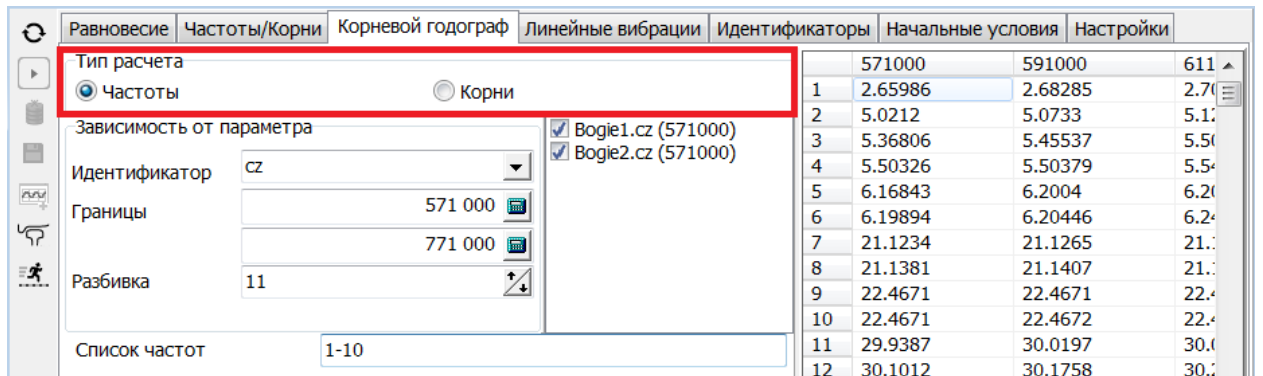
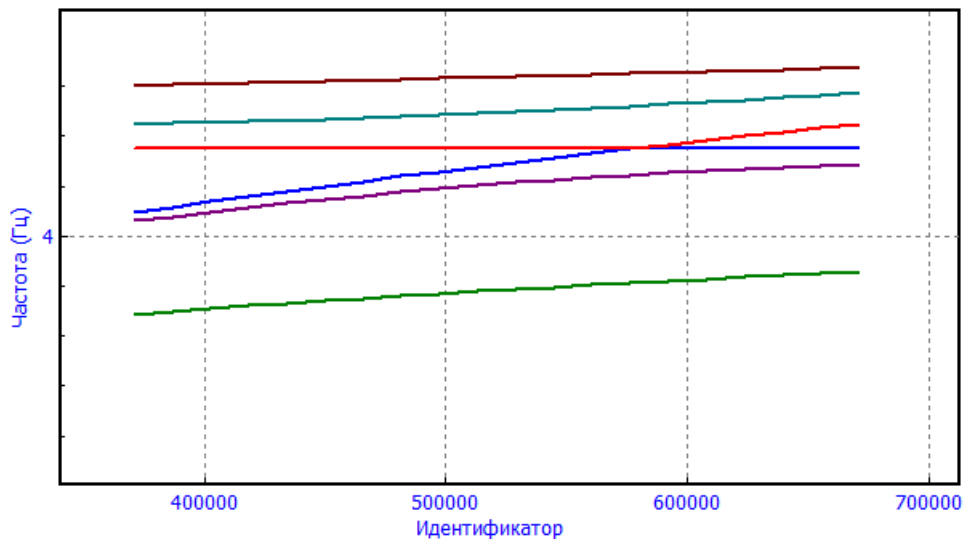

Рис. 4.147. Расчет зависимости частот от значения идентификатора cz
Рис. 4.148. График зависимости заданного списка частот от значения идентификатора cz
- Для выполнения расчета установите тип расчета **Частоты**, рис. 4.147.
- Выполните расчет с помощью кнопки . Полный список рассчитанных частот при различных значениях параметров указывается в виде таблицы в правой части окна, рис. 4.147.
- Для построения графиков зависимости указанного списка частот от параметра после выполнения расчетов укажите **список частот** (рис. 4.147) и используйте кнопку (рис. 4.148).